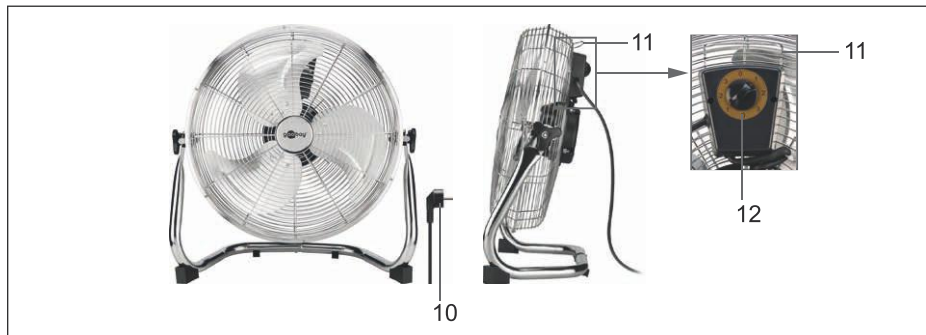

Fig.61: Zmontowany wentylator
1. Wentylator podłogowy retro chwycić tylko za rękojeść (11, rys. 61) i ustawić na stabilnej, poziomej i niezapyłonej powierzchni.
Siłę nadmuchu można regulować trzystopniowo za pomocą wyłącznika czteropozycyjnego (12, rys. 61):